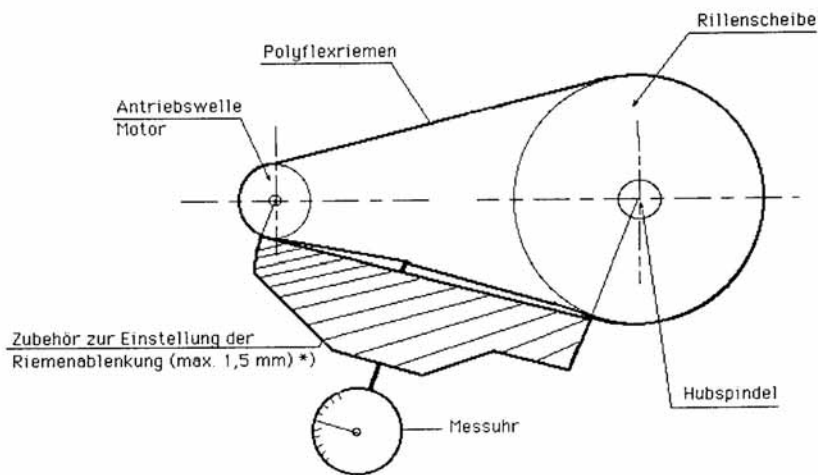

Bild 14:
- Das Messgerät, wie zu sehen in Bild 14,15 am Polyflexriemen anlegen.